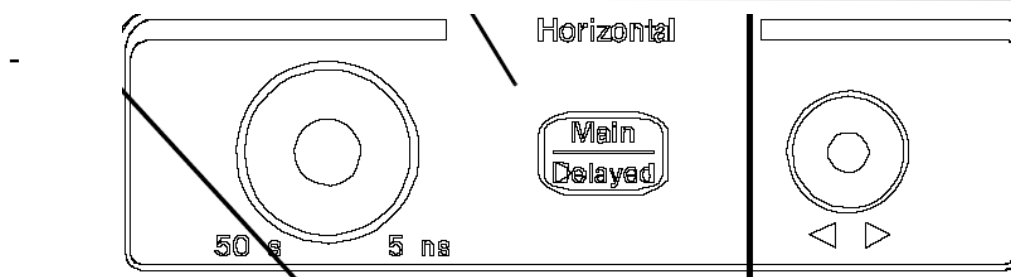

Figura 2.4: Caja de controles para el ajuste horizontal (tiempo).
- Control de base de tiempos: corresponde al control giratorio de la izquierda de la figura 2.4 y permite fijar la escala horizontal de la representación, desde 50 s/DIV hasta 5 ns/DIV.